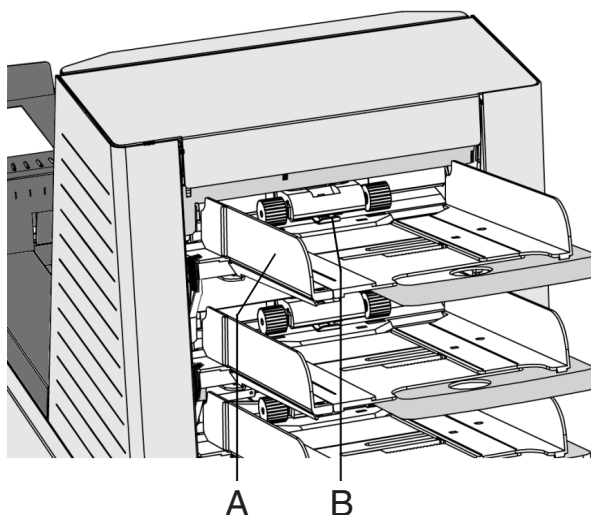

Abb. 17
- Die Formularablage unterhalb der Führung A (Abb. 17) ansetzen.
Linke Seitenführung A (Abb. 17) nach unten klappen. Die Zuführrollen werden automatisch angehoben.